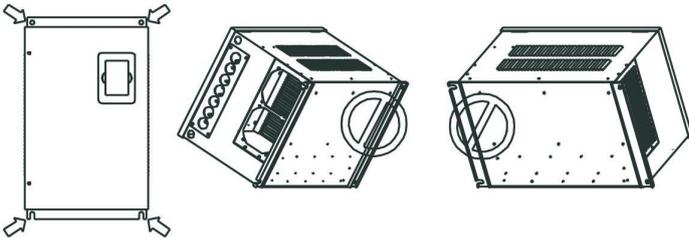
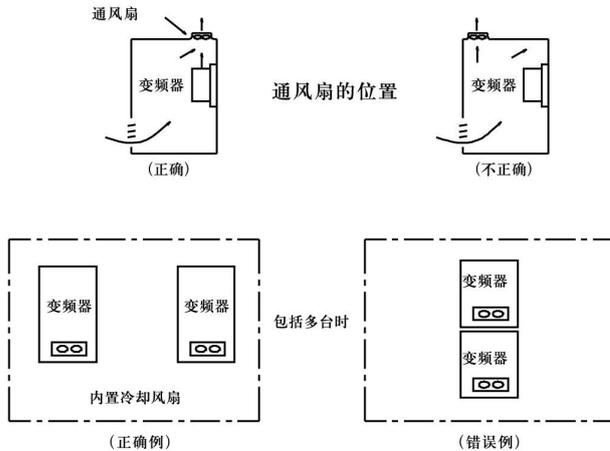

图 1-4 变频器垂直安装示意图
图 1-5 变频器安装在控制柜内示意图
- 变频器装在控制柜内, 应保证控制柜与外界通风流畅。请垂直安装变频器, 便于热量向上散发, 不能倒置(详见图 1-4); 若柜内有较多变频器时, 为保证变频器的散热空间最好将变频器并排安装; 在需要上下安装时, 请安装隔热导流板(详见图 1-5)。